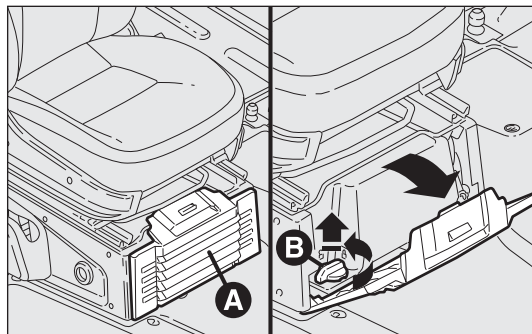
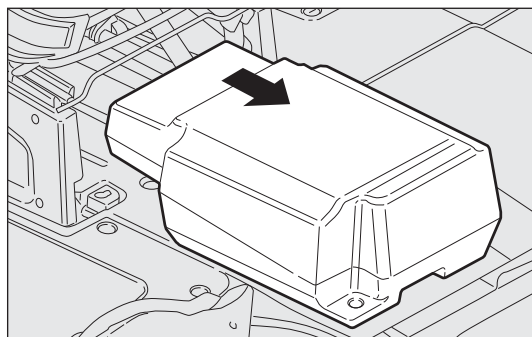

fig. 206
fig. 207
- ☐ Abra la tapa A y sáque-la tal como muestra la fig. 206;
- ☐ gire hacia la izquierda el pomo de bloqueo B y sáque-lo fig. 206 para poder sacar la caja fig. 207;